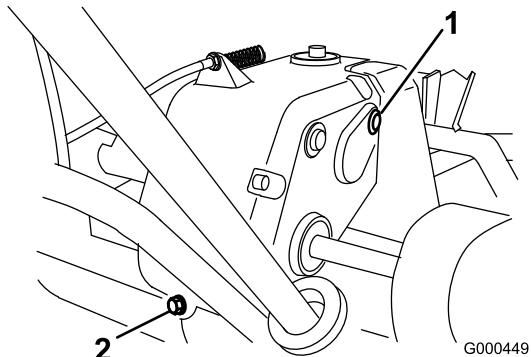

Figura 31
3. Empurre o manípulo para baixo e incline a traseira da máquina. Retire a válvula de verificação/enchimento do lado direito da transmissão (Figura 31).